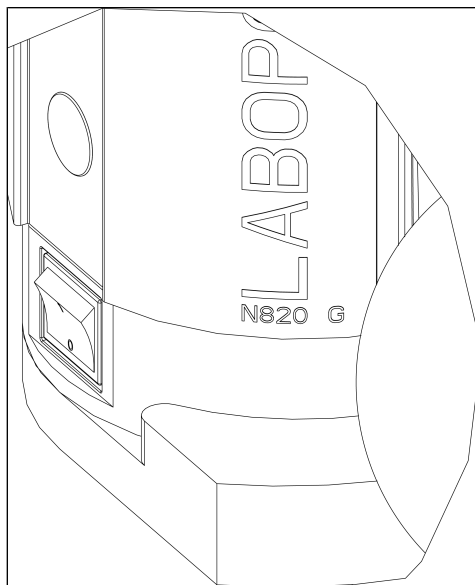

Abb.7: Vakuumsystem ein- und ausschalten mit Netzschalter
- Schalten Sie das Vakuumsystem mit dem Netzschalter ein (siehe Abb. 7).